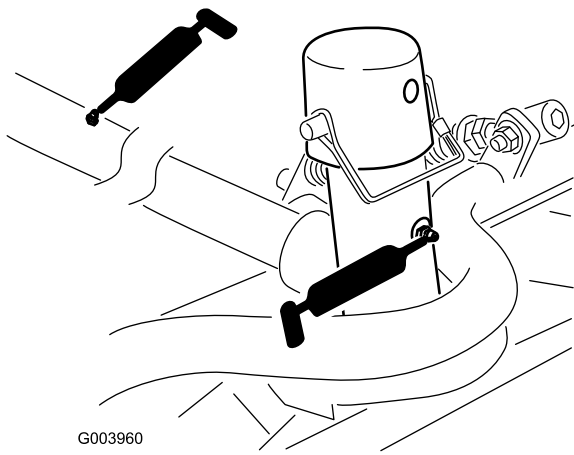

Figure 109
- Bâti porteur d'unité de coupe et pivot (x 2) (Figure 109)